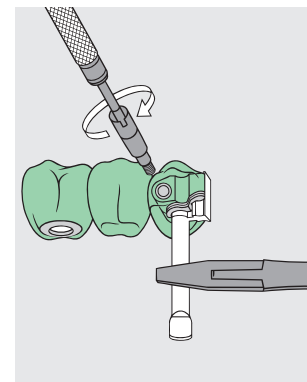
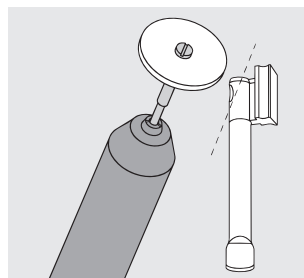
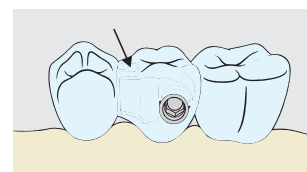

Fig. 4
Fig. 5
Fig. 8
Avant l'enrobage, il faut dévisser la vis de blocage (055 519) avec le tournevis (072 604). Séparer la partie secondaire de la partie primaire. Mettre en place un axe de transfert **modifié** (072 616) dans la partie femelle, maintenir à l'aide d'une pince et visser la vis de fixation X (055 648) jusqu'à la butée dans le boîtier de la partie femelle (Fig. 4). Modification de l'axe de transfert: supprimer le tiers supérieur de l'axe de transfert (bosselure) à l'aide d'un polissoir en caoutchouc de manière à obtenir un plan incliné (Fig. 5). **Important:** L'axe de transfert doit impérativement être déposé de la partie femelle avant la mise en revêtement.
**Esthétique:** En cas de hauteur occlusale suffisante, la glissière Mini-SG® V peut être recouverte jusque sur les rainures de guidage (Fig. 5). Pour exclure le risque d'introduction d'alliage vers les surfaces internes de la partie femelle, il ne faut pas que de la cire pénètre dans le boîtier lors du modelage de la partie occlusale (Fig. 8).